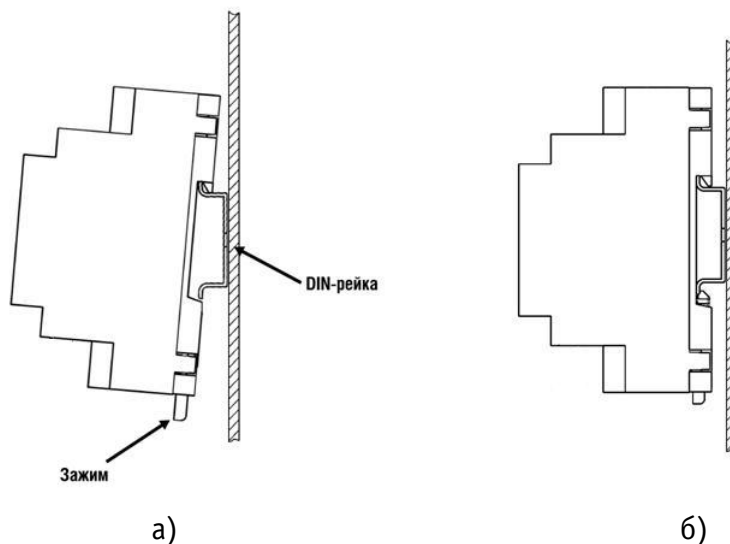

Рисунок 2. Последовательность установки Устройства на DIN-рейку
- зацепить верхним креплением корпуса Устройства (расположено на тыльной поверхности корпуса Устройства) за верхнюю направляющую DIN-рейки (рис. 2а);
- после прижатия корпуса Устройства к DIN-рейке, отпустить зажим (рис. 2б);